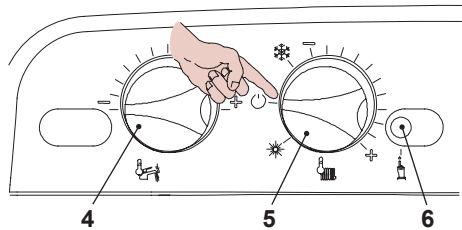

Fig. 5.85
- Per uscire dalla programmazione posizionare il selettore di funzione / manopola regolazione temperatura 5 come indicato in Fig. 5.85.